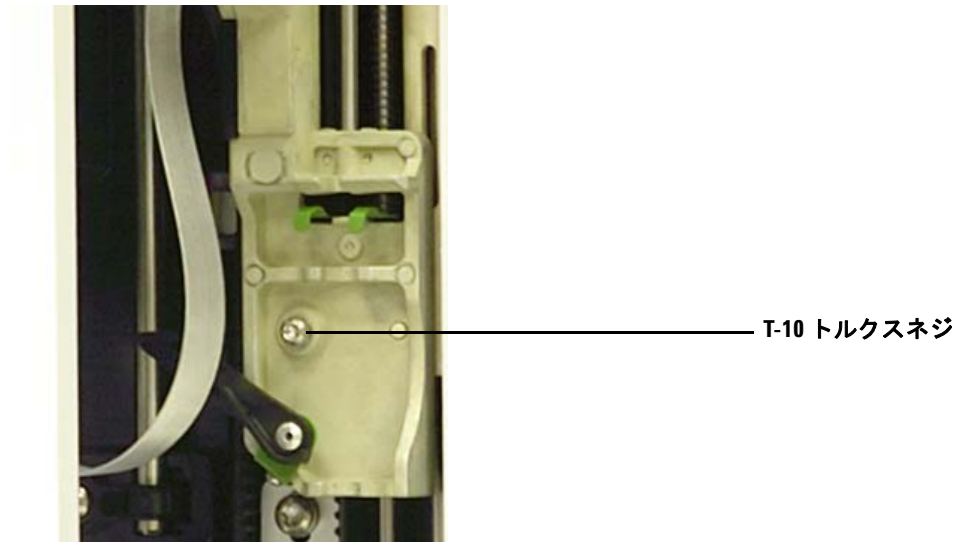

図 143 シリンジ掛け金の上の T-10 トルクスネジを取り外す
- 9 シリンジ掛け金の上の T-10 トルクスネジを完全に緩めて、取り外します (図 143)。